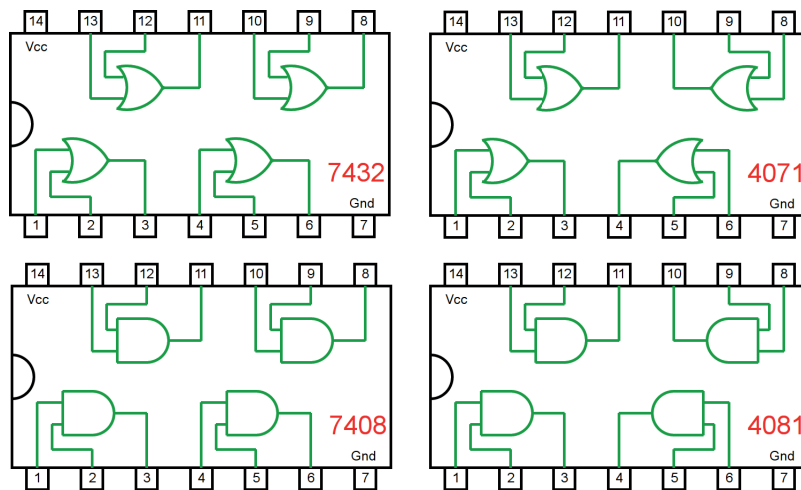

Figura 4.29 – Circuitos integrados TTL e CMOS.
- a) Coloque os circuitos integrados (TTL e/ou CMOS da figura 4.29) nas posições indicadas.
- d) Conecte os fios verdes. Os fios verdes estão conectados ao terra e portanto fornecendo valor lógico (0) às entradas de todas as portas do CI.